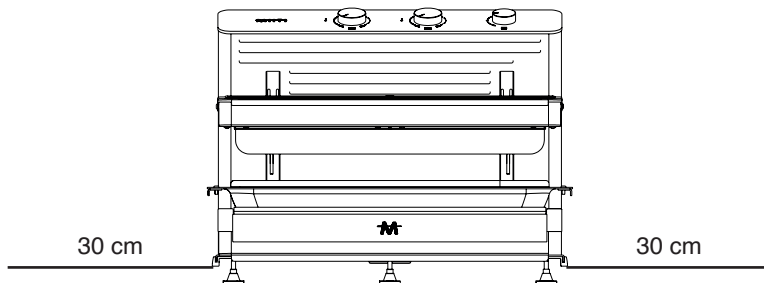

Figure 1
- 30 cm pour le modèle MiTi 06, (Figure 1)